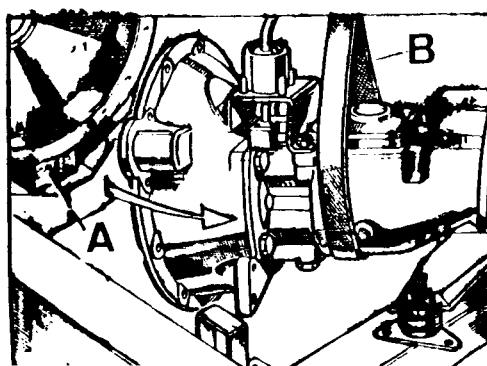

Fig. C-21 Desmontaje de la caja de velocidades
1.11. Colocar una brida, B (Fig. C-21) alrededor del conjunto y tensarla lo que sea necesario para soportar el peso de aquél. Desplazar con cuidado la caja de velocidades hacia atrás, para dejar libre el embrague y retirarla del vehículo.